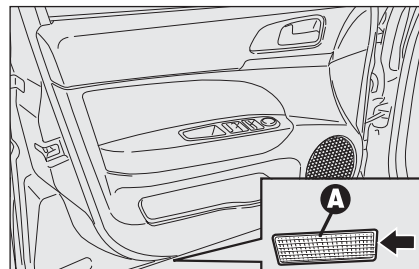
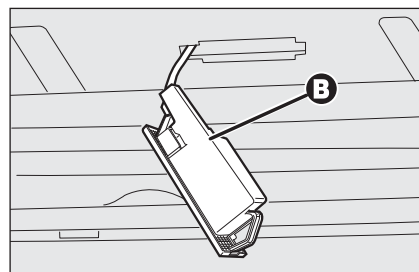

fig. 52
fig. 53
- ☐ aprire la porta ed estrarre il trasparente **A-fig. 52** facendo leva nel punto indicato dalla freccia;
- ☐ sollevare la protezione **B-fig. 53** e sostituire la lampada inserita a pressione;
- ☐ richiudere la protezione **B-fig. 53** sulla plafoniera **A-fig. 52**;